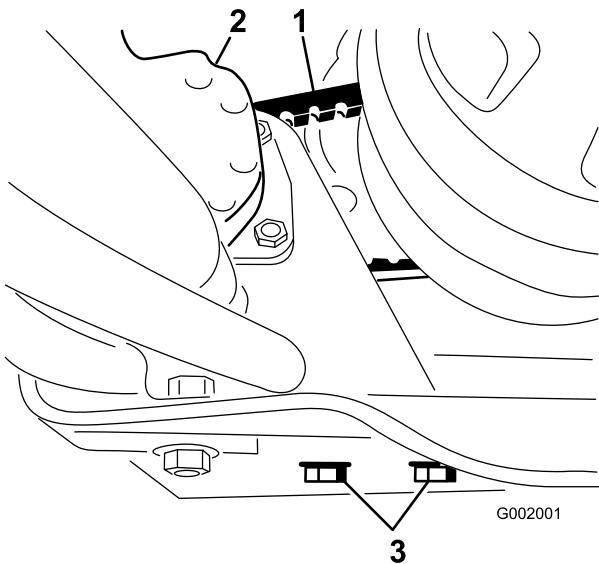

Figura 60
2. Allentate i bulloni di fissaggio della pompa dello sterzo (Figura 60).